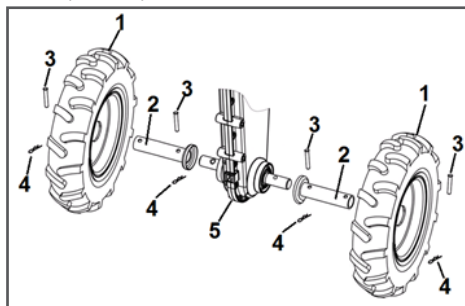

Рис. 2 Установка колес на мотокультиватор
вал коробки передач 5 (Рис. 2). Закрепите оси пальцами 3 и шплинтами 4 (Рис. 2).
3. Установите колеса 1 на оси 2 и закрепите их пальцами 3 и шплинтами 4 (Рис. 2).